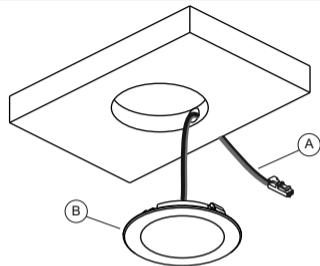

Fig 2
- Insert the power supply cable (A) into the hole and then install the light (B), applying light pressure until it is completely fitted as illustrated in figure 2.
- Das Netzkabel (A) in die Bohrung einführen, dann den Strahler (B) vorsichtig bis zum Anschlag eindrücken (Abb. 2).
- Insérer le câble d'alimentation (A) dans le trou puis installer le spot (B) en exerçant une légère pression jusqu'à l'insertion complète, comme indiqué sur la figure 2.